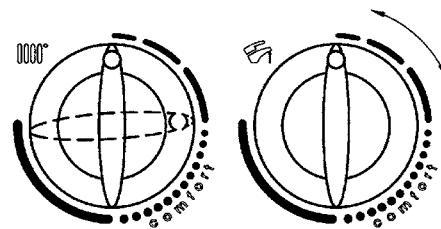

Fig. 22B
- 2) Starting in this position, quickly turn control knob 6 twice consecutively clockwise through about a 1/4 turn as shown in figure 22B.
- 2) lorsque le bouton 6 est sur cette position, faire deux rotations rapides et consécutives (~1/4 de tour) dans le sens des aiguilles d’une montre, comme le montre la figure 22B.